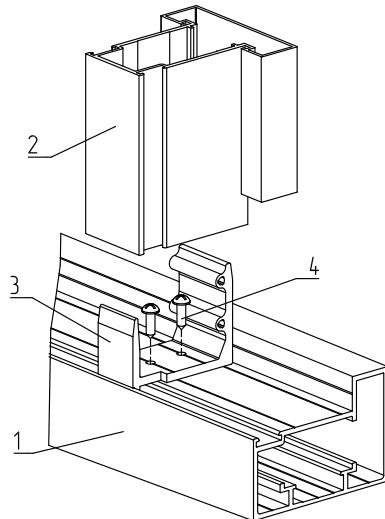

Рис. 68. Установка соединителей под вертикальный разделятельный импост (столб):
- установка соединителей под вертикальный разделятельный импост (столб) (*столб*) (*рис. 68*).